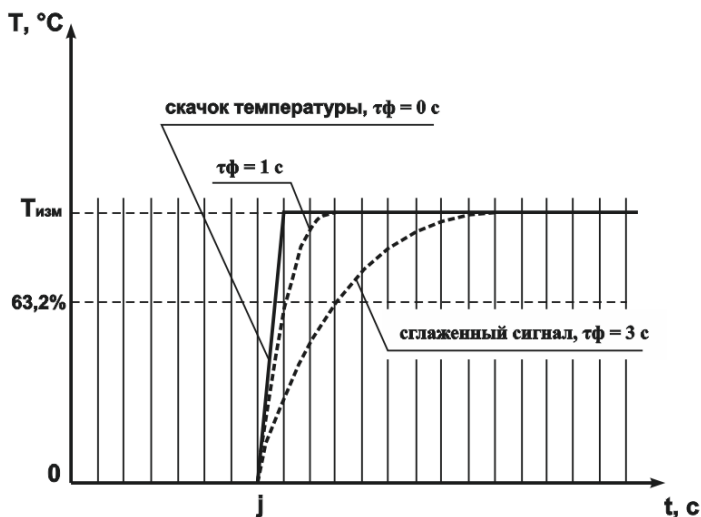

Рисунок 4
2.2.6.2 Цифровой фильтр устраняет шумовые составляющие сигнала, осуществляя его экспоненциальное сглаживание. Основной характеристикой экспоненциального фильтра является « $\tau_{\text{Ф}}$ » – постоянная времени цифрового фильтра, параметр F_{rt} – интервал, в течение которого температура достигает **63,2 %** измеренного значения «Тизм» (рис. 4).